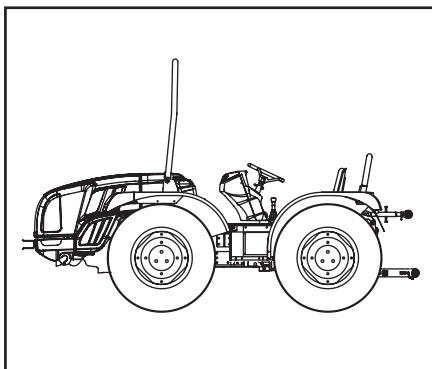

Abb. 2.1
- Der Sicherheitsrahmen muss immer in Schutzstellung (Abb. 2.1) montiert sein. Es wird empfohlen, Sicherheitsgurte gemäß den in den verschiedenen Ländern geltenden Gesetzen zu installieren.